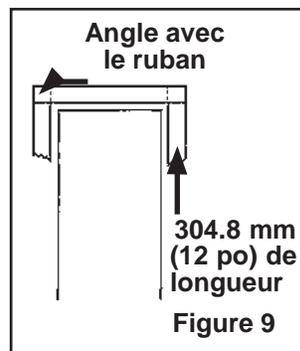
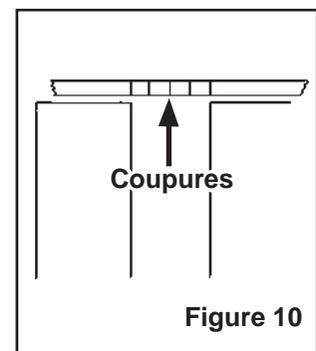

Figure 9
Figure 10
5. Pour éviter que de longues parties du ruban ne se soulèvent aux endroits où la circulation croise les lignes de ruban, vous pouvez encadrer (**Figure 9**) ou couper sur la largeur tous les 4 à 6 pouces (100 à 150 mm) (**Figure 10**).
**À noter :** Si le ruban subit des dommages, la méthode consistant à couper le ruban permet d'enlever facilement le ruban et de réparer les parties endommagées (**Figure 10**).